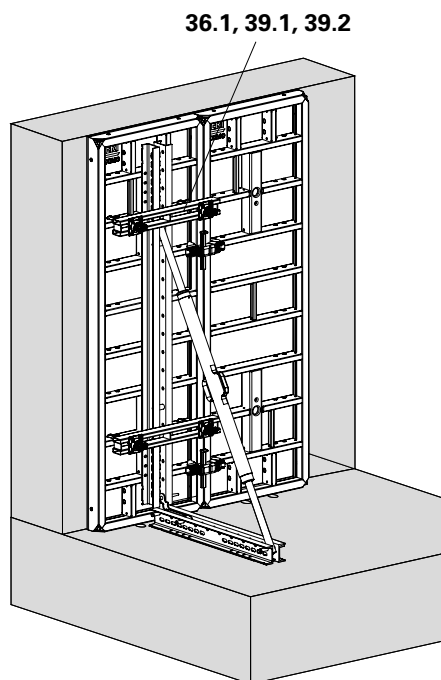

Fig. D4.01
3. Rimuovere il corrente 85 (36.1), il tirante con gancio DW 15 (39.1) e le piastre a dado orientabile (39.2) (Fig. D4.01) ovvero
- MAXIMO e connettore angolare SRU VARIOKIT. (Fig. D4.01 + D4.01a)